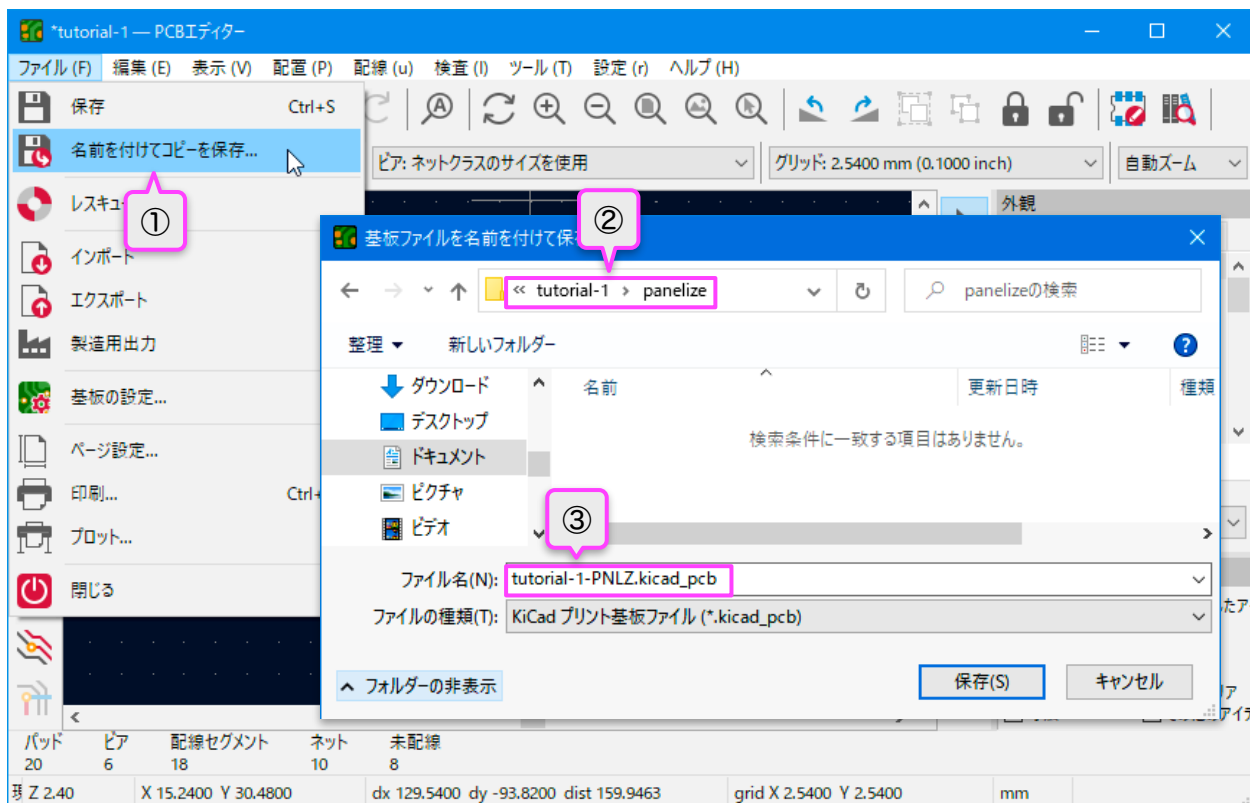

図10-2
- ① Pcbnewのメニューバー「ファイル」→「名前を付けてコピーを保存」と進みます。図10-2
- ② 先に作成したpanelizeフォルダ配下に
- ③ ファイル名 tutorial-1-PNLZ.kicad\_pcb で保存します。